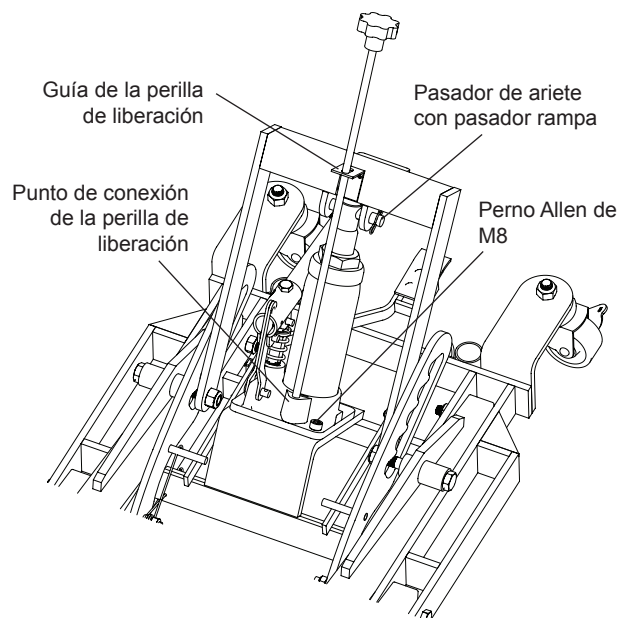
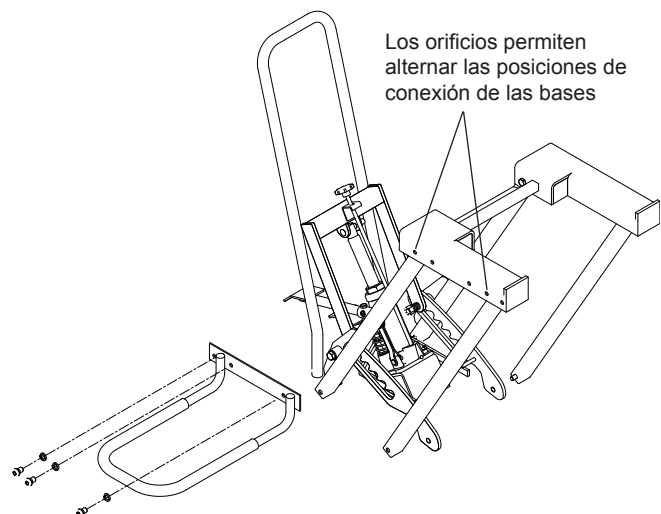

Figura 2: conjunto de la unidad hidráulica
Figura 3: conjunto de la base de la rueda
1. Coloque la unidad hidráulica en el receptor y fíjela con los pernos de M8 x 1,25 provistos (ref. figura 2).
5. Instale la manija de posición en el bastidor y fíjela con los pasadores provistos (2).
6. Coloque dos soportes de la rueda en los lados de la plataforma de elevación (ref. figura 3).